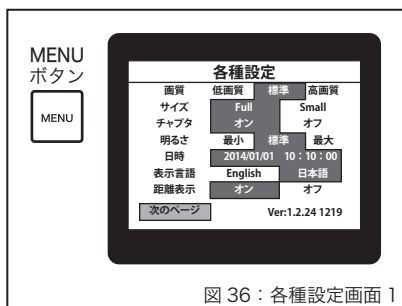

図 36：各種設定画面 1
## ● 各種設定画面を表示する (図 36)
- ・**MENU** ボタンを押すと図 36 の**各種設定画面**が表示されます。変更、設定したい機能を▲、▼にて選択し「再生/決定」ボタンを押すとカーソルが右へ異動し、設定を選択できるようになります。設定したいモードを選び、「再生/決定」ボタンを押すと設定が変更され、カーソルが左に移動します。
- カーソルを「前のページ」に移動し「再生/決定」ボタンを押すと、各種設定画面1 (図 36) に戻ります。